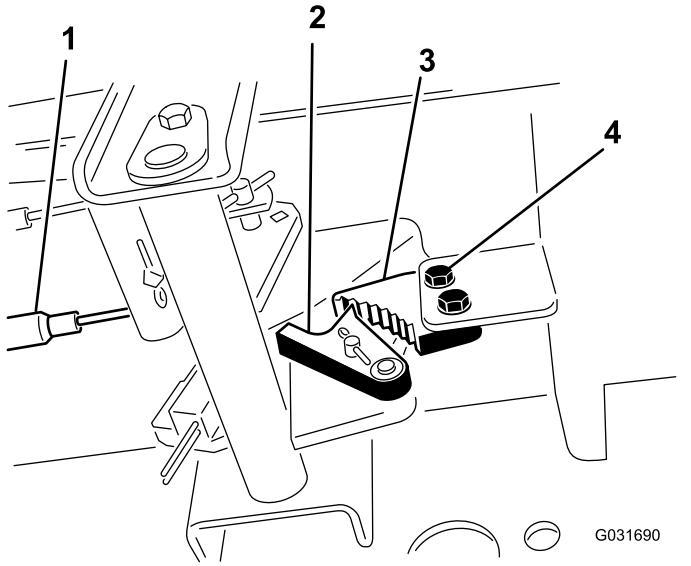

Figura 73
1. Afloje los 2 tornillos que fijan el trinquete del freno de estacionamiento al bastidor (Figura 73).
2. Pise el pedal del freno de estacionamiento hacia adelante hasta que la uña se enganche a fondo en el trinquete del freno (Figura 73).